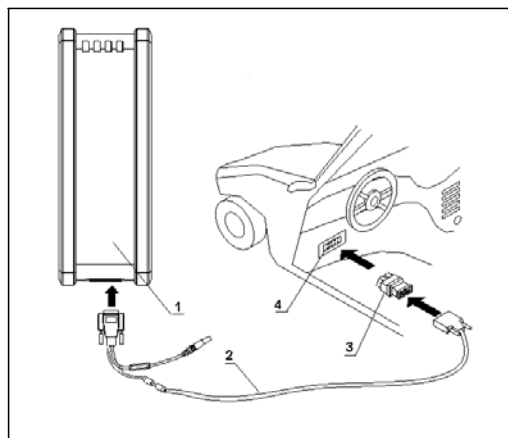

Figura 1
1. Conecte X-431 Tool no veículo. A ligação sem fios é mostrado na Figura 1 (Consulte "Manual do Usuário X- 431Tool").